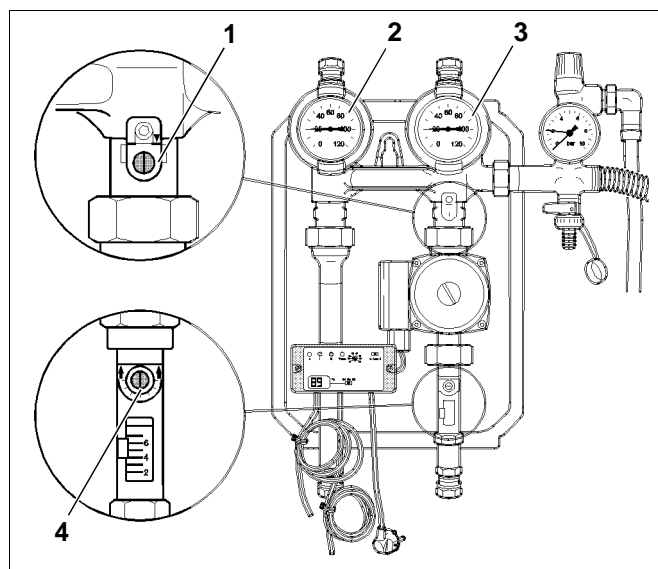

Fig. 20 Dispositivi di intercettazione aperti
- Al riempimento, prestare attenzione che siano aperti: la valvola anti gravitazionale(i) (fig. 20, **pos. 1**), il limitatore di portata (fig. 20, **pos. 4**), i rubinetti a sfera con termometro integrato (fig. 20, **pos. 2 e 3**) e gli altri dispositivi di intercettazione.
Contemporaneamente devono assolutamente essere aperti: la valvola anti gravitazionale(i) (fig. 20, **pos. 1**), il limitatore di portata (fig. 20, **pos. 4**) i rubinetti a sfera con termometro integrato (fig. 20, **pos. 2 e 3**) e gli altri dispositivi di intercettazione.
I Al riempimento, prestare attenzione che siano aperti: la valvola anti gravitazionale(i), il limitatore di portata, i rubinetti a sfera con termometro integrato e gli altri dispositivi di intercettazione (fig. 20, pagina 15).